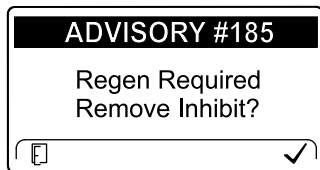

図 59
**注** リセット再生が必要な状態になったのに、リセット再生を「しない」に設定した状態になっている場合、15 分ごとにインフォセンター上にADVISORY #185 が表示されます 図 59。